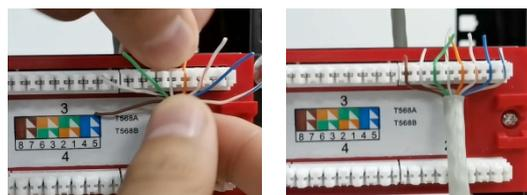

图 3-53 线对压入网络配线架
(1) 剥除外护套，剪掉牵引线。端接网络配线架时，剥开线对长度不应大于 10mm。
(2) 拆开 4 对双绞线，并按网络配线架标识的 T568B 线序进行排列。
(3) 线对压入网络配线架。将排好的线对压入网络配线架模块，注意端接时不能出现偏心，为了保证正确端接，建议首先端接 1、2 和 3、6 线对，最后端接 4、5 和 7、8 线对，如图 3-53 所示。